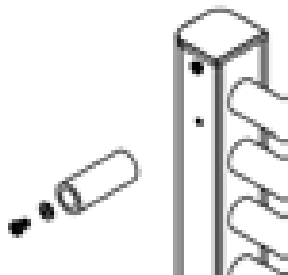

Fig. 3
5. Poser les supports à plus petit diamètre (\varnothing 19) sur l'appareil avec les 4 vis M4 et 4 rondelles pour M4 selon la figure 3.